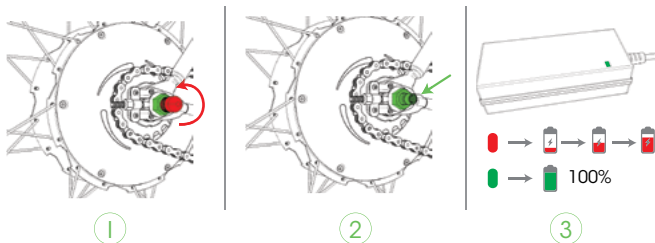

Figure 5: charger le BIKE tout-en-un
2.4 Charger le BIKE all in one (voir Figure 5)